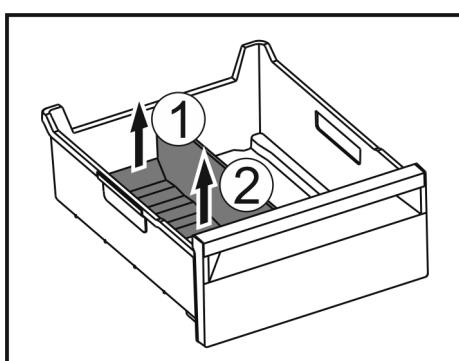

Fig. 146
- ▶ Приподнимите заднюю часть разделителя отделения для льда. Fig. 146 (1)
- ▶ Извлеките разделитель отделения для льда движением вверх. Fig. 146 (2)